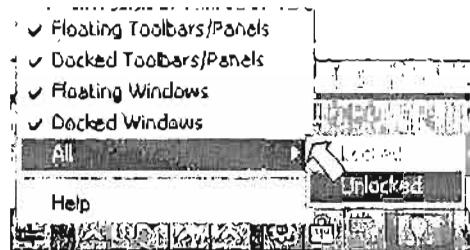

Рис. 1.11. Вызов команды разблокирования панелей инструментов
- Выберите из контекстного меню, а затем и из вспомогательных меню следующую последовательность: All | Unlocked (Все | Разблокировать) (рис. 1.11).